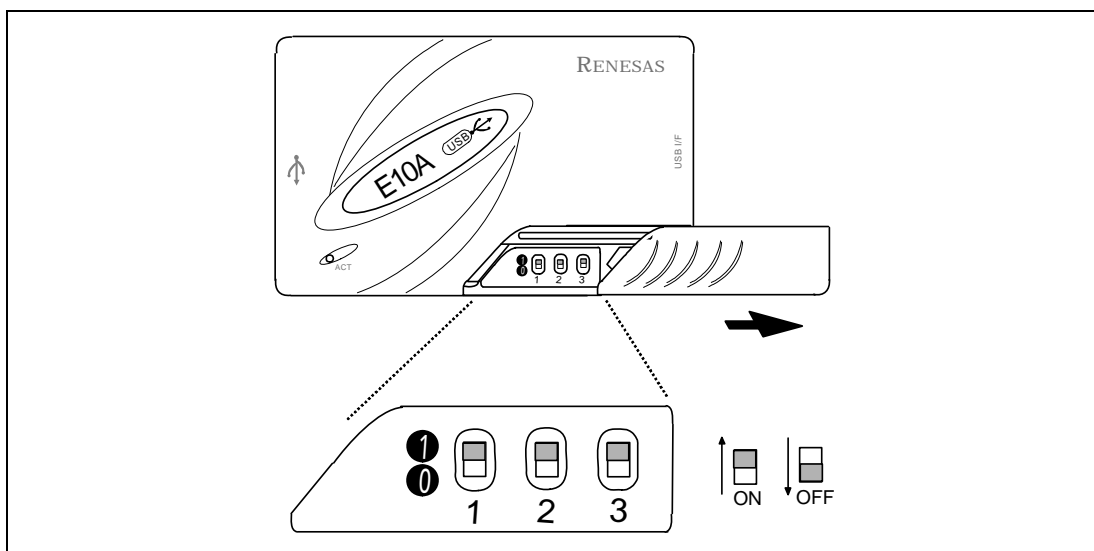

図 2.14 E10A-USB エミュレータの DIP スイッチ設定
1. 図2.14のように、E10A-USBエミュレータの上面右下にある、スライドスイッチカバーを右側にスライドさせ、開いてください。